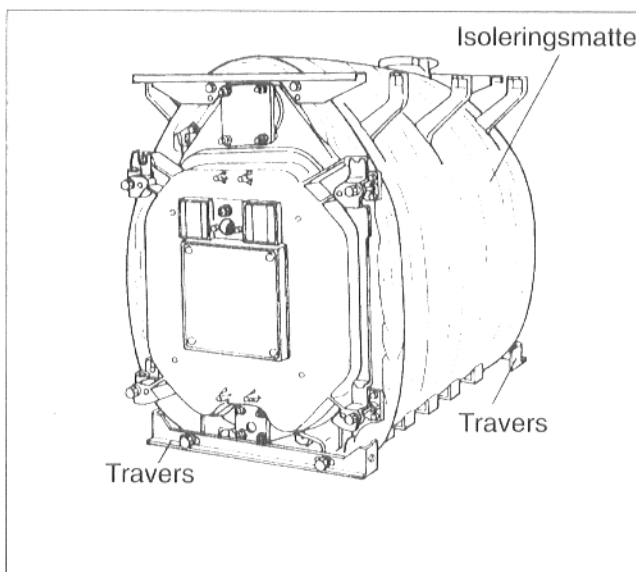

Fig. 31
- Det er klargjort hull for konsollene i isoleringsmattene. Konsollene stikkes ut gjennom isoleringen (Fig. 31).
- Isoleringsmatten skyves inn under kjeleblokken, se fig. 31. Det er utsparinger for elementføttene i isoleringsmattene.
- Traversen nede foran og nede bak, skrues på bak- og frontelementet med skruene M 8 x 16. På fremre travers må profilen peke fremover og på bakelementet må profilen peke bakover (Fig. 31).